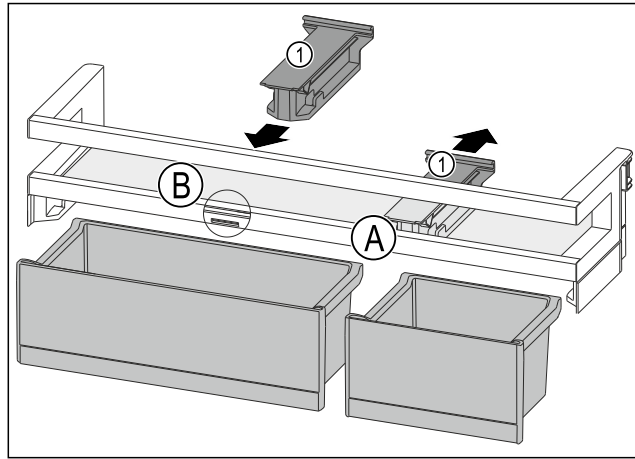

Fig. 87
- ▶ Trekk av holdedelen Fig. 87 (1) i posisjon Fig. 87 (A) bakover.
- ▶ Sett inn holdedelen Fig. 87 (1) i posisjon Fig. 87 (B).